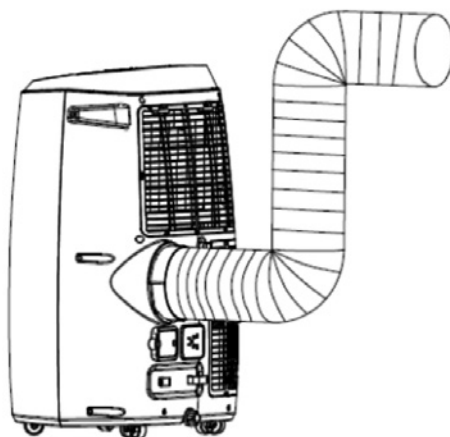

Fig. 6
4. Raccordez le tuyau d'évacuation tel qu'illustré à la Figure 6 si votre appareil a l'option de chauffage.